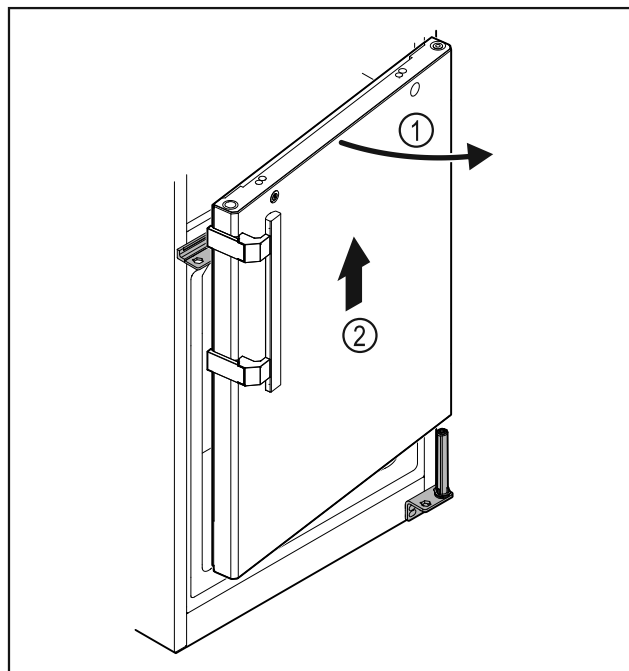

Fig. 27
- ▶ Hapni paksa derën Fig. 27 (1), ngrijeni drejt lart rreth 200 mm dhe hiqeni Fig. 27 (2).